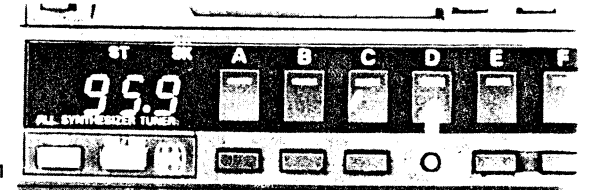

Abb. 11
Falls Sie nun die Verkehrsfunkstation des gewünschten Gebietes empfangen möchten, einfach die entsprechende GEBIETSBEZEICHNUNGSTASTE ⑮ drücken (Abb. 11), auf die die gewünschte Station vorprogrammiert wurde.